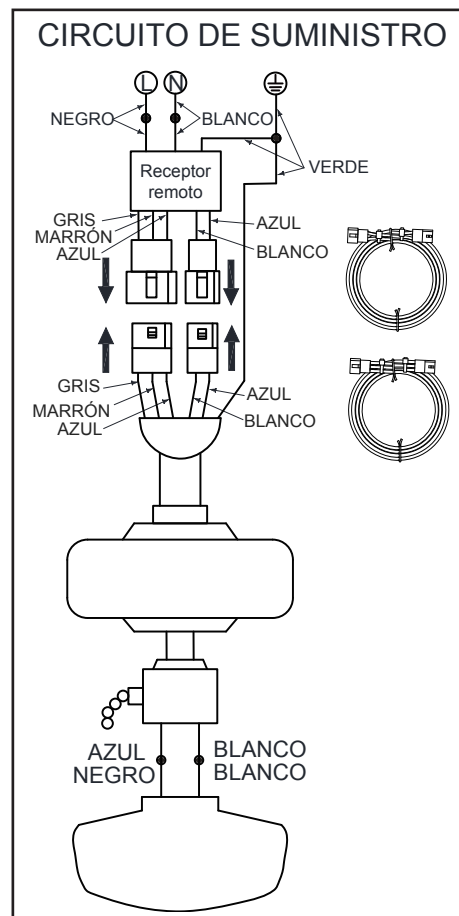

Figura 15
1. Si usas el conjunto del tubo bajante/esfera de 6 plg (15.2 cm) incluido, conecta los cables del receptor a los cables del ventilador uniendo el enchufe del adaptador moldeado del receptor con el adaptador moldeado del conjunto motor-ventilador. (Figura 15)